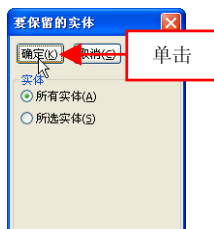

图 5-26 单击【确定】按钮
(4) 弹出【要保留的实体】对话框，保持默认参数，单击【确定】按钮，如图 5-26 所示。